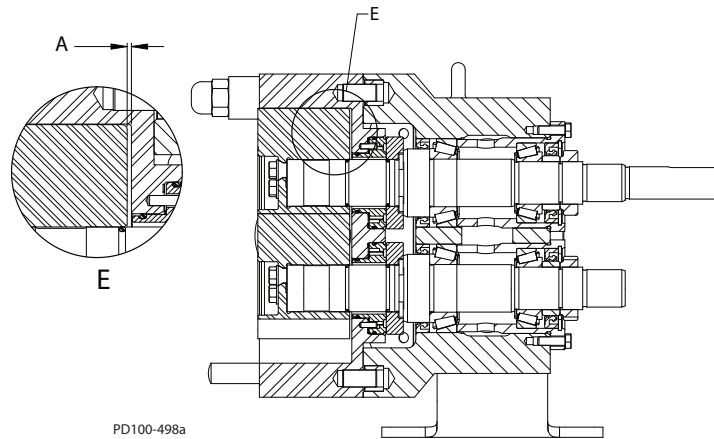

Рисунок 59 - Ротор к зазору корпуса
1. Измерьте зазор между ротором и корпусом, как показано в Части E, позиция A в Рисунок 59. Запишите этот номер.